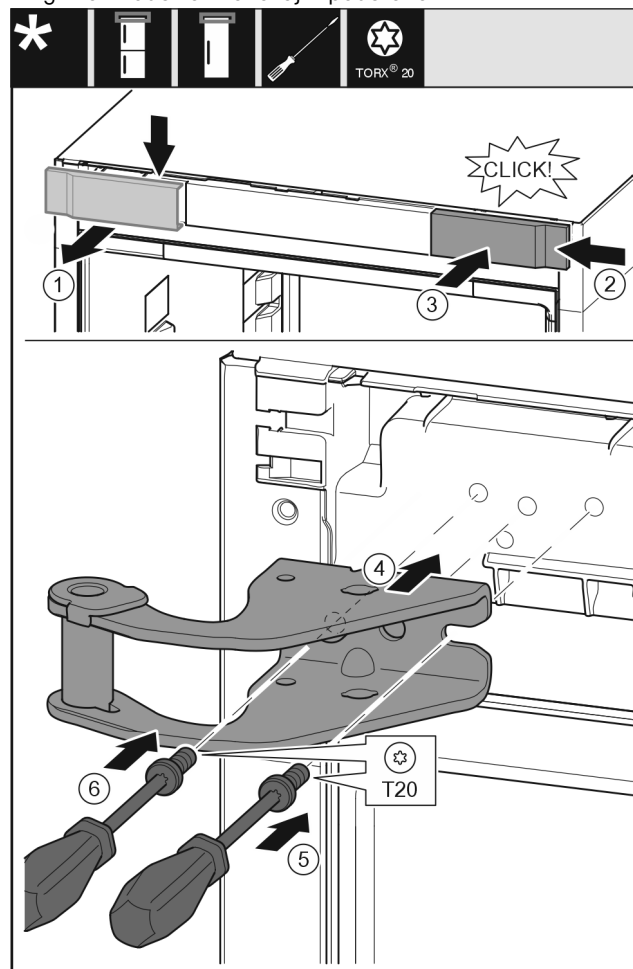

Fig. 11
- ▶ Snemite pokrov Fig. 11 (1) od zgoraj v smeri naprej.
- ▶ Pokrov Fig. 11 (2), obrnjen za 180°, namestite na drugo stran z desne strani.
- ▶ Zaskočite pokrov Fig. 11 (3).
- ▶ Pristavite zgornji ležajni podstavek Fig. 11 (4).
- ▶ Nastavite vijak Fig. 11 (5) z izvijačem in ga zategnite.
- ▶ Nastavite vijak Fig. 11 (6) z izvijačem in ga zategnite.